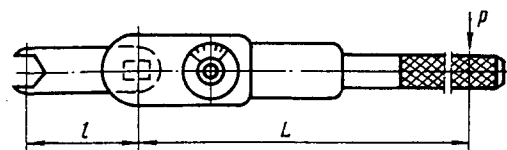

Рис. 2. Тарированный ключ
3.1. Тарированные ключи (рис. 2) имеют шкалу в виде циферблата. Затягивая гайку, необходимо следить за движением циферблата.
3.3. При использовании плоскими насадками длина плеча *L* увеличивается на длину *l* (см. рис. 2, 3).